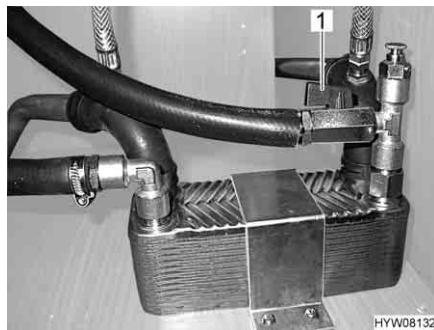

Fig. 83 Scambiatore di calore Alde
**Accensione:** ■ Posizionare la maniglia (Fig. 83,1) del rubinetto di chiusura parallelamente alla tubazione.
**Spegnimento:** ■ Posizionare la maniglia (Fig. 83,1) del rubinetto di chiusura verticalmente rispetto alla tubazione.